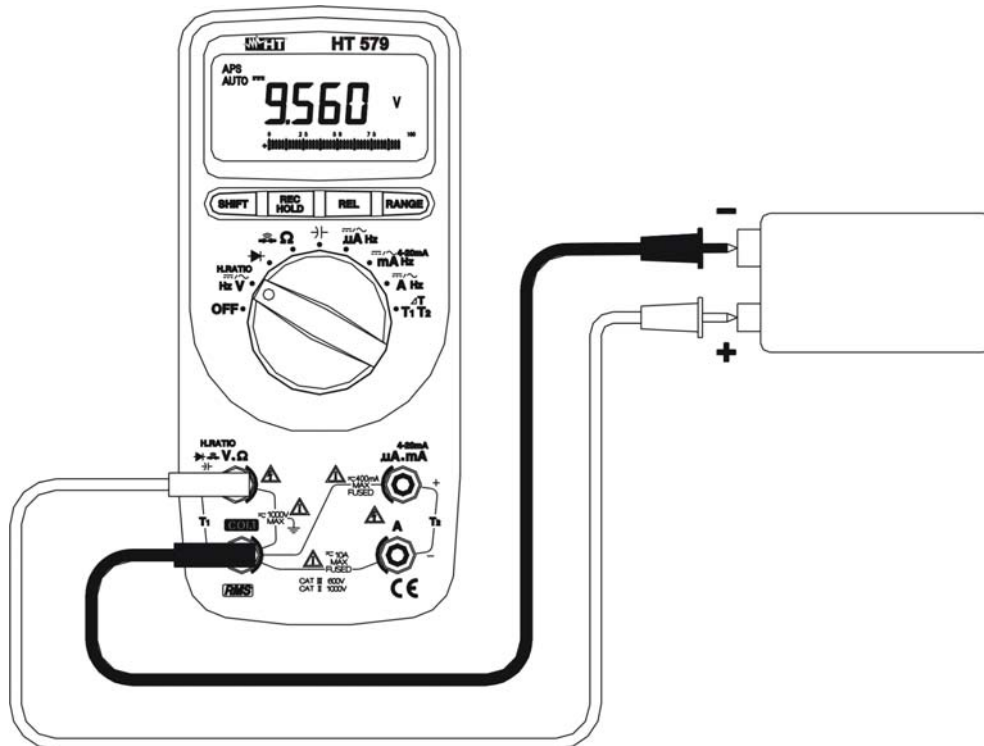

Abb. 6: DC Spannungsmessung
- Verbinden Sie die Messleitungen wie folgt, die rote in $\text{H.RATIO} \rightarrow \text{V.}\Omega$ Buchse und die schwarze in **COM** Buchse (Abb. 6).
- Verbinden Sie nun die rote und die schwarze Messleitung mit dem positiven und dem negativen-Pol (siehe Abb. 6); die Spannungsgröße wird automatisch erkannt und am Display angezeigt.
- Das Symbol "-" im Display zeigt, an dass die Prüfleitungen umgepolt werden müssen, damit die Spannung positiv angezeigt wird. Siehe Abb. 6.